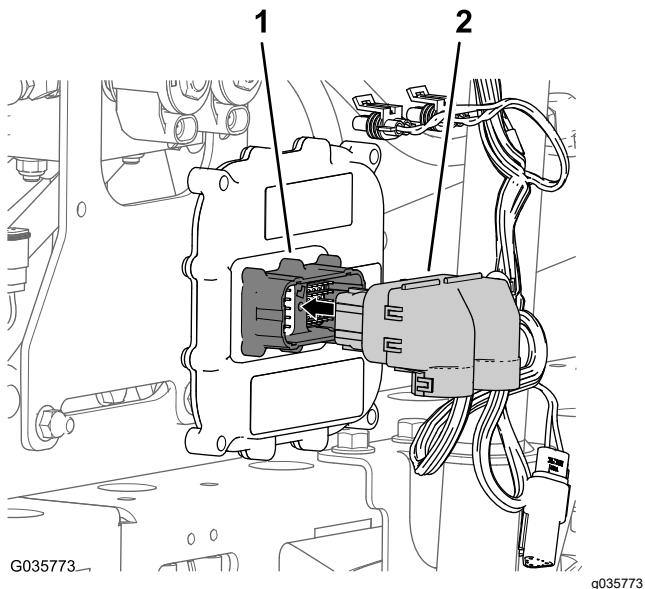

Figura 27
2. Collegate il connettore a 50 prese del cablaggio preassemblato per le barre Sonic Boom al connettore a 50 pin del controller elettronico e fissate i connettori con la vite a esagono incassato (Figura 27).